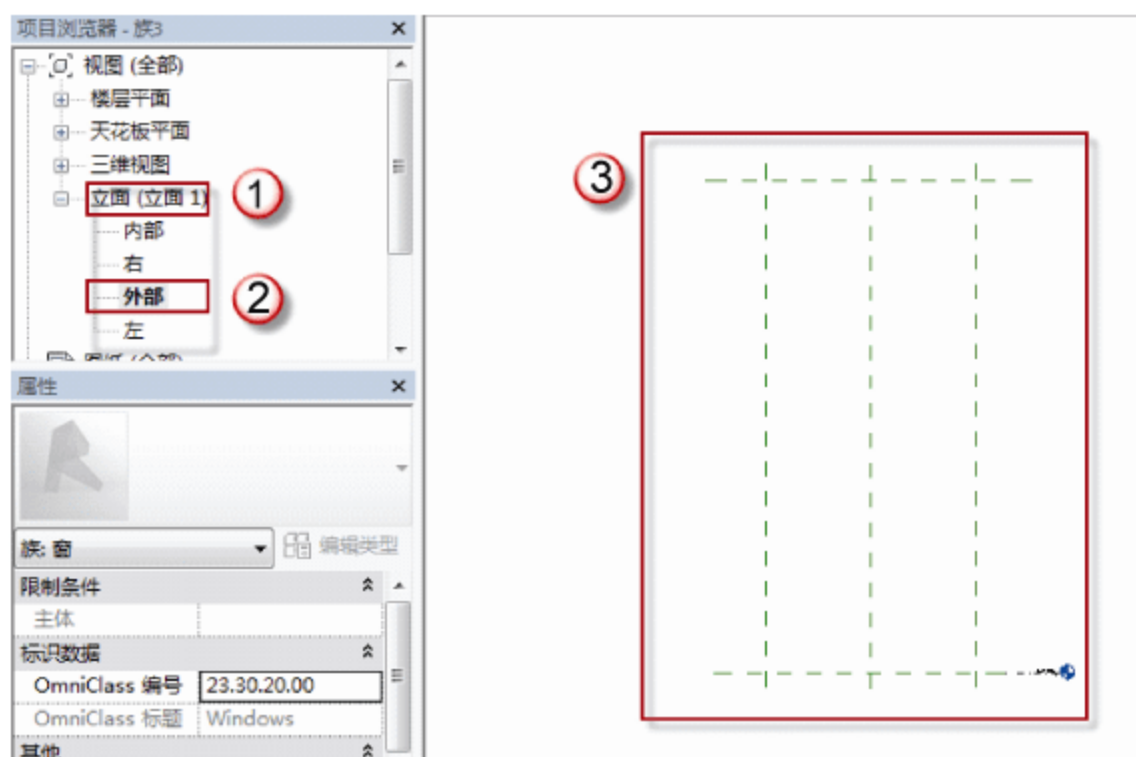

图 7.2.3 修改尺寸标注
(3) 修改幕墙的尺寸标注。选择“项目浏览器”中的“立面（立面 1）”→“外部”命令，可以进入 MQ6596 的外部立面视图，选择“顶部”的边线，单击其标注写入“9650”，选择左右边线中的任意一根，单击其标注写入“2075”，并将各边线延长相交，如图 7.2.3 所示。